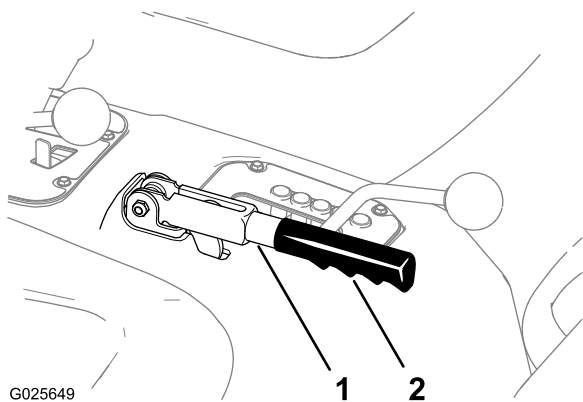

Bild 79
1. Nehmen Sie den Gummigriff vom Feststellbremshebel ab (**Bild 79**).
5. Befestigen Sie den Gummigriff am Feststellbremshebel (**Bild 79**).